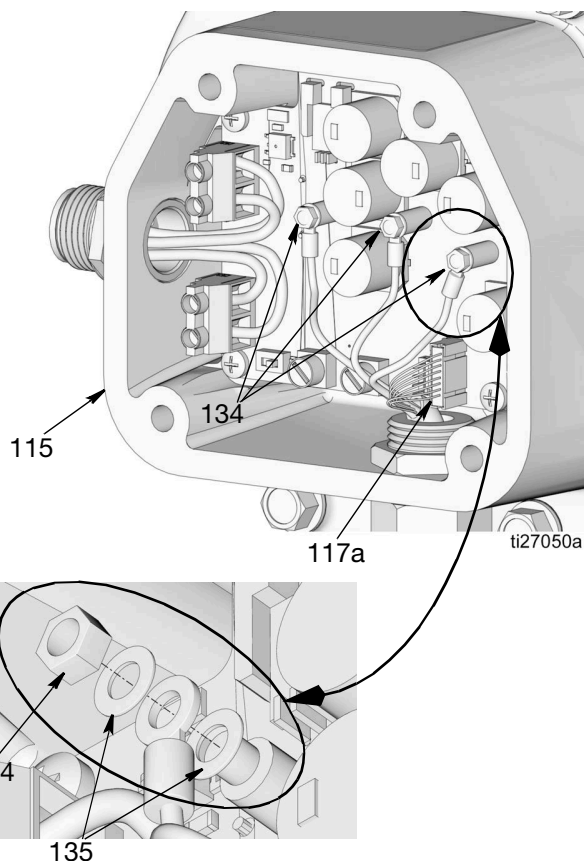

Рис. 61
- Подсоедините зеленый, желтый и синий провода к зажимным клеммам соответствующего цвета (обозначено на плате управления электродвигателем). Закрепите провода на зажимных клеммах с помощью шайб и гаек (134 и 135) (Рис. 61). Затяните с усилием 8-10 дюймов на фунт (0,9-1,1 Н-м)
- Подсоедините кабель датчика (117а) (Рис. 61).
7. Установите обратно прокладку платы управления (119) и крышку (120) с помощью винтов (116), соблюдая осторожность, чтобы не зажать какие-либо провода. Надежно затяните винты. Затяните с моментом 23–25 Н·м (17–19 фут.-фунт).
- Подсоедините зеленый, желтый и синий провода электродвигателя к клеммам соответствующего цвета (обозначено на плате управления). Зафиксируйте провода в зажимных клеммах с помощью шайб (135) и гаек (134) (Рис. 61). Затяните с усилием 8 - 10 дюймов на фунт (0,9 - 1,1 Н-м).